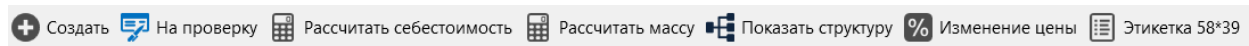

Рис. 67
В окне Компонента «Номенклатура» в верхней части расположена панель инструментов для работы с объектами Номенклатурных позиций (Рис. 67).
- **«Бизнес-процесс»** – команды для бизнес-процесса Утверждения Номенклатурной позиции в зависимости от статуса Номенклатурной позиции (на Рис. 67 команда «На проверку»). Подробнее см. п. 5.